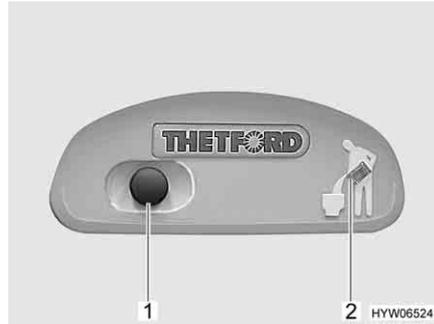
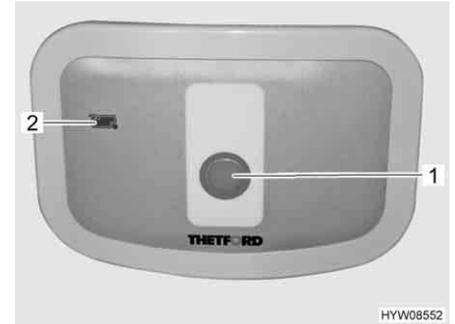

Fig. 248 Pulsante dello sciacquone/spia di controllo toilette Thetford
Fig. 249 Pulsante dello sciacquone/spia di controllo toilette Thetford (alternativa)
- Per sciacquare premere il pulsante blu (Fig. 248,1 o Fig. 249,1).
La spia di controllo (Fig. 248,2 o Fig. 249,2) è accesa quando il serbatoio fecale deve essere svuotato.